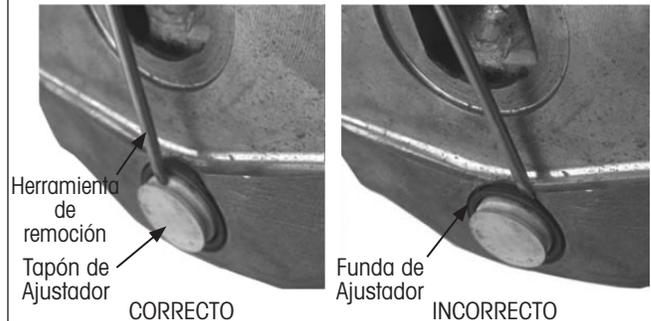

Figura 5: Removing adjuster plug
1. **Coloque** la herramienta de remoción de tapón en el tapón del ajustador al retirarlo (Figura 5).